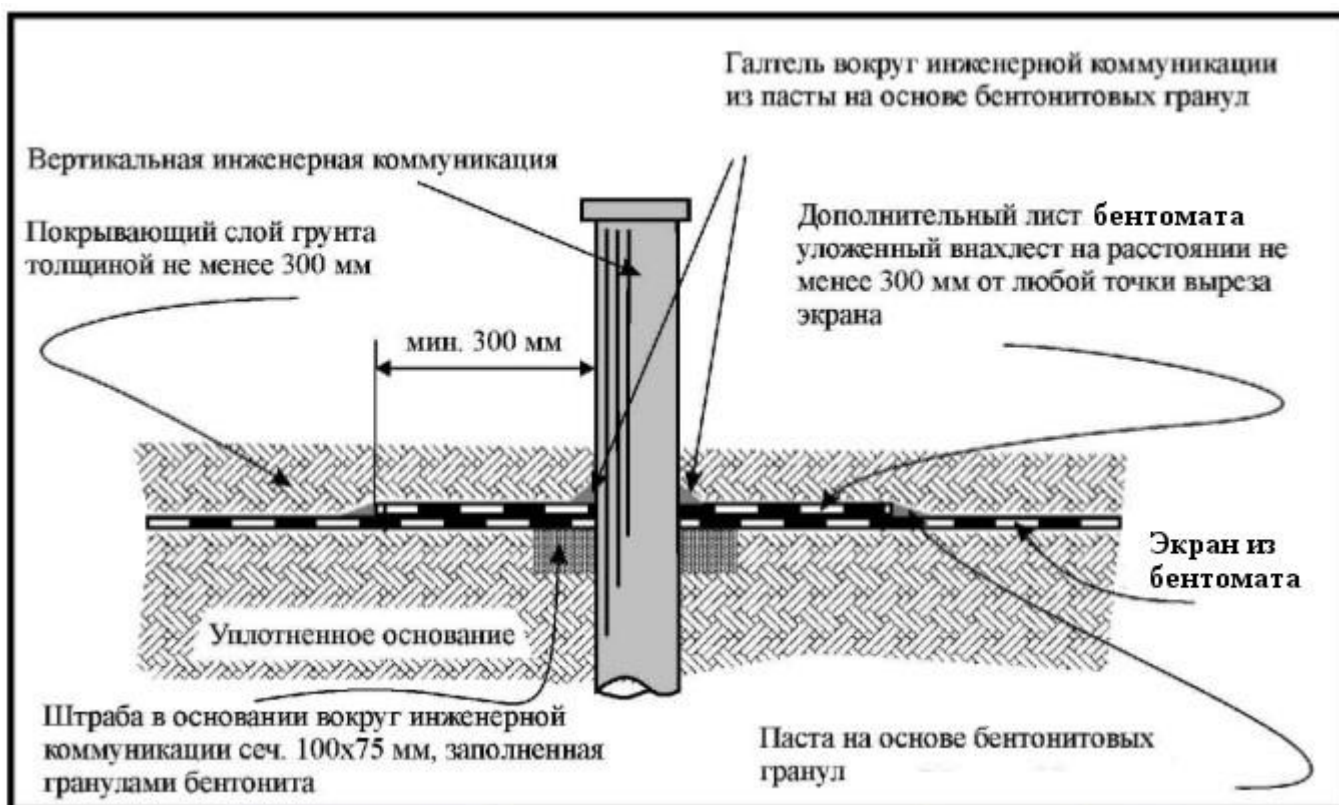

Рис. 4. Осевое сечение вертикальной инженерной коммуникации.
- 7.2. Вертикальные инженерные коммуникации или строительные элементы изолируются в соответствии с Рис.4.
- 7.3. В случаях, когда материал укладывают на земляное основание, должна быть выбрана штраба сечением 100x75 мм вокруг инженерной коммуникации или строительного элемента (Рис. 4). Штраба должна быть заполнена гранулированным бентонитом.